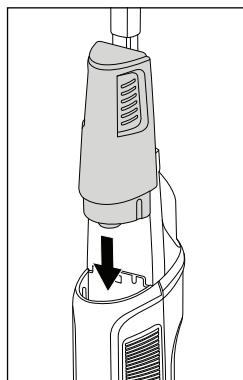

Fig. 11
- ◆ Retournez le réservoir d'eau fraîche ⑪ et glissez-le à nouveau dans l'insertion située en haut sur le devant de l'appareil (voir fig. 11).
- ◆ Glissez le réservoir d'eau fraîche ⑪ le long des rainures dans l'insertion vers le bas, jusqu'à ce que le réservoir d'eau fraîche ⑪ s'encliquète de manière audible et soit bien fixé sur l'appareil.